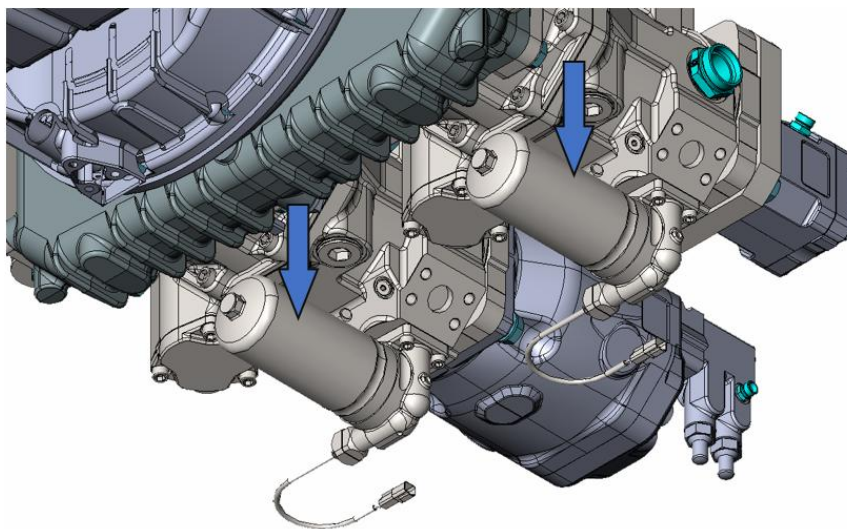

Рисунок 5.60. Фильтры контура подпитки насосов
- Последовательно открутить корпуса фильтров, рис. 5.60 показано стрелками, (подставить подходящую емкость по объему под фильтры для сбора вытекающего масла).